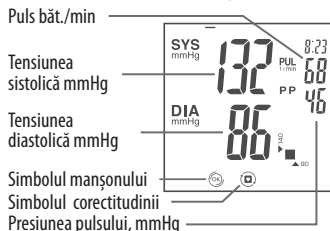

Fig.15
6. Când măsurătoarea se va finaliza, pe ecran vor apărea valorile tensionale, presiunea pulsului, scara conform OMS și frecvența pulsului (fig.15).